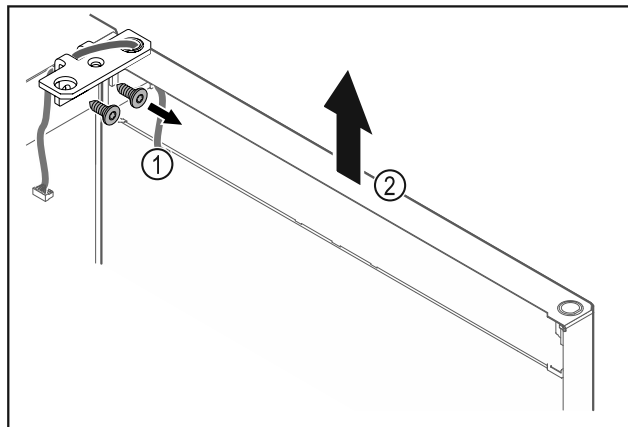

Fig. 22
- Scharnierwinkel Fig. 22 (1) abschrauben.
- Tür inklusive Scharnierwinkel Fig. 22 (2) circa 200 mm gerade nach oben heben und abnehmen.